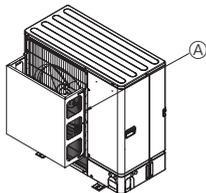

Fig. 2-4
- ② Postavite neobaveznu vodilicu za zrak ako je jedinica postavljena na mjesto gdje jaki vjetrovi tajfuna itd. mogu izravno ući u izlaz za zrak. (Fig. 2-4)